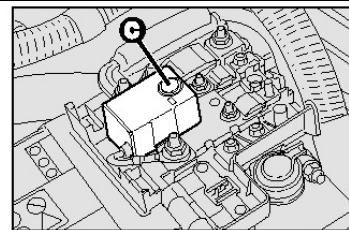

рис.63
- Нажмите кнопку **C** – рис.63 чтобы повторно включить выключатель подачи электрического питания.